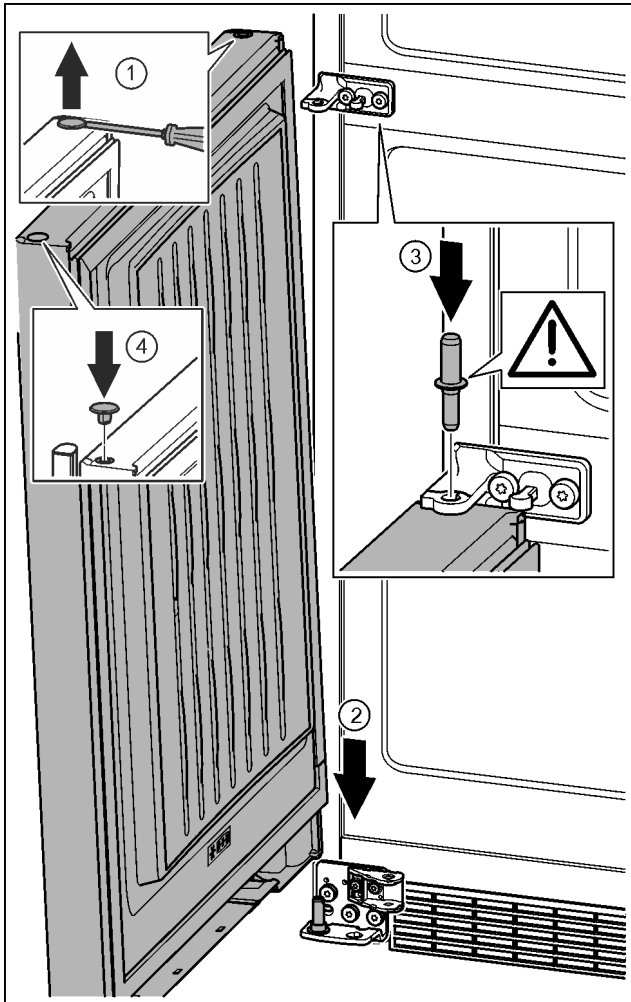

Fig. 39
- ▶ Con un cacciavite sollevare con attenzione i tappi ed estrarli. *Fig. 39 (1)*
- ▶ Appoggiare la porta dall'alto sul perno di supporto inferiore. *Fig. 39 (2)*
- ▶ Inserire il perno di supporto centrale attraverso il blocco di supporto centrale nella porta inferiore. Prestare attenzione che l'arresto sia rivolto verso il lato posteriore. *Fig. 39 (3)*
- ▶ Inserire nuovamente i tappi sull'altro lato della porta. *Fig. 39 (4)*